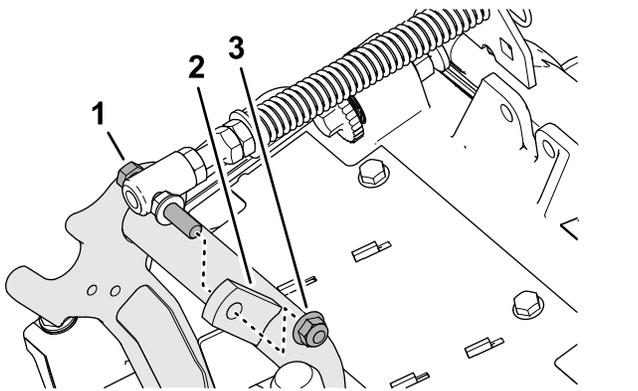

Figura 9
3. Rimuovete il dado di bloccaggio flangiato ($\frac{3}{8}$ ") che fissa il bullone senza dado della molla di compensazione per il manto erboso all'aletta destra del telaio portante e rimuovete la molla di compensazione dall'apparato di taglio (Figura 9).